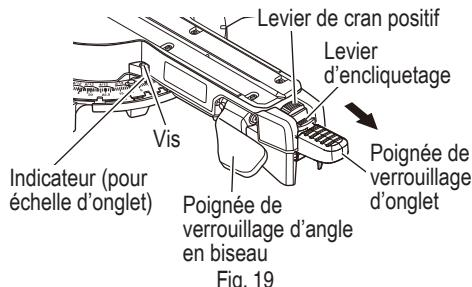

Fig. 19
Suivre la procédure ci-dessous pour les réglages les plus rapides et les plus précis. (Fig. 19)
- (1) Pousser vers le haut la poignée de verrouillage d'onglet pour déverrouiller la plaque tournante.
- (2) Pousser vers le bas le levier de cran positif jusqu'à ce que le levier d'encliquetage s'y accroche pour libérer le « cran positif ».
- (3) Faire pivoter la plaque tournante et régler l'indicateur pour qu'il s'aligne sur l'angle souhaité de l'échelle d'onglet. À ce moment, en utilisant la fonction de cran positif, tirer sur le levier d'encliquetage dans la direction de la flèche à proximité de l'angle souhaité comme illustré sur la Fig. 19, relâcher le levier d'encliquetage puis déplacer la plaque tournante pour la fixer à l'angle souhaité via la fonction de cran positif. (0°, 15°, 22,5°, 31,6° et 45°)
- (4) Pousser vers le bas la poignée de verrouillage d'onglet pour verrouiller la plaque tournante en position.
Levier d'encliquetage (Fig. 19)